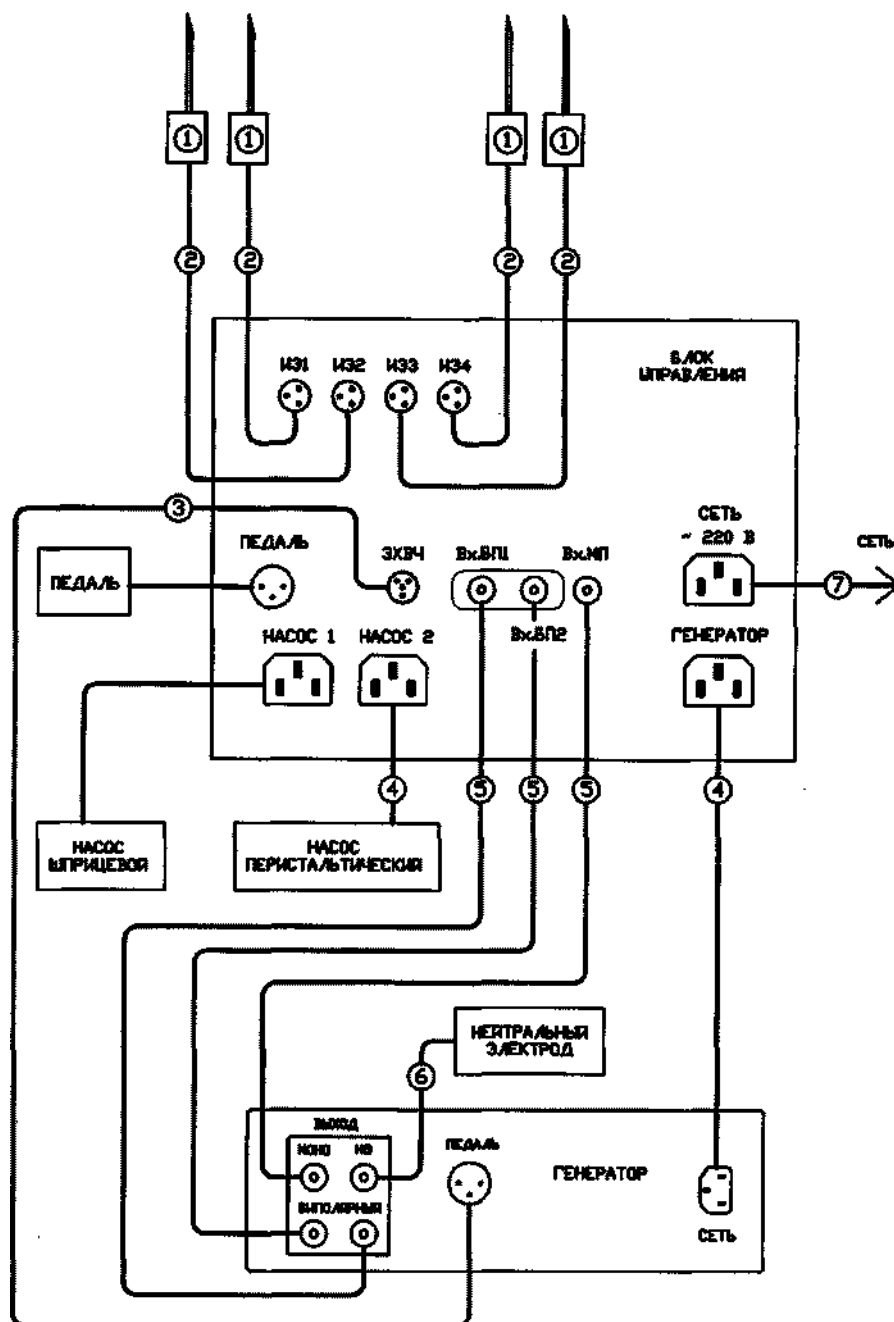

Рисунок 35 – Электрическая схема подключений функциональных блоков комплекса.
8.5 В соответствии с электрической схемой (рисунок 35) необходимо проверить соединение всех функциональных блоков.
На рис.35 цифрами обозначены: